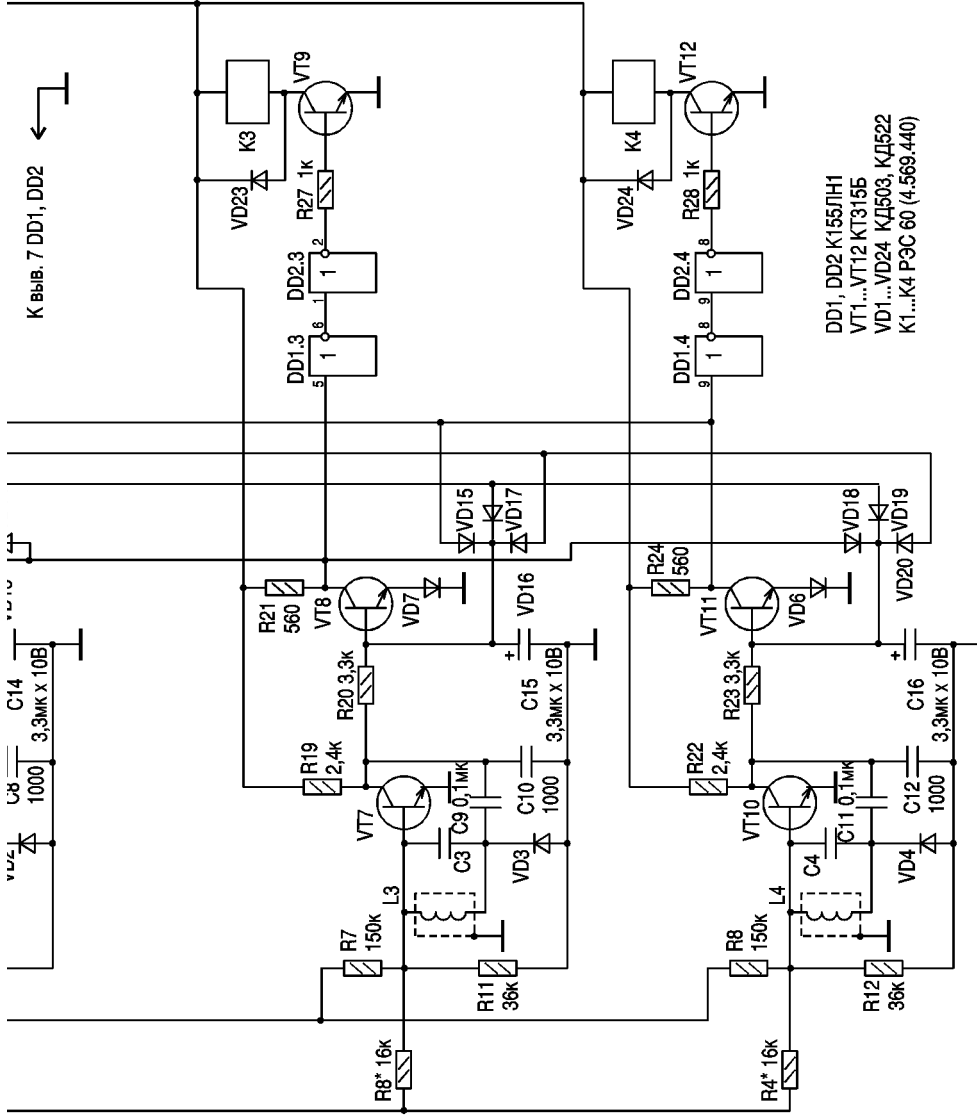
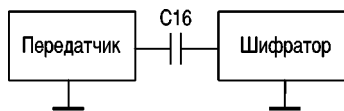
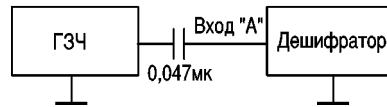
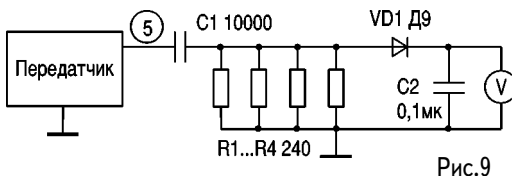

Рис.3
Рис.5
Рис.6
Рис.9
**Дешифратор (рис.3)** состоит из четырех идентичных ячеек, которые отличаются параметрами LC-фильтров (см. таблицу). Рассмотрим работу первой ячейки дешифратора. Работа остальных ячеек аналогична.
Собирают схему дешифратора (см. рис.3). После проверки правильности сборки вход "А" дешифратора соединяют с точкой 1 передатчика через конденсатор С16 (рис.5). При этом в передатчике транзистор VT3 необходимо выпаять из схемы, в приемнике выход "А" отключить. Связь по питанию осуществляется по минусовой шине. Подключив питание схем, поочередно настраивают ячейки дешифратора резисторами R17-R20 шифратора. В наладке участвуют резисторы R1-R4 дешифратора. Добиваются срабатывания реле ячейки дешифратора при поступлении соответствующей команды шифратора. Правильно собранный дешифратор наладки не требует. Подав на вход дешифратора от генератора звуковых частот (ГЗЧ) прямоугольный сигнал соответствующей частоты амплитудой 3 В через конденсатор 0,047 мкФ (рис.6), проверяют срабатывание реле на соответствующей частоте (см. таблицу).
Включив и выключив несколько раз питание схемы, убеждаются в ее работоспособности (отсутствие "срыва" генерации). Подключив вместо антенны передатчика схему измерителя мощности (см. рис.6) переходят к согласованию передатчика с антенной и проверке его выходной мощности. Изменение мощности - сложная задача, однако для данной конструкции воспользуемся схемой (рис.9), позволяющей достаточно точно оценить мощность передатчика без специального оборудования.